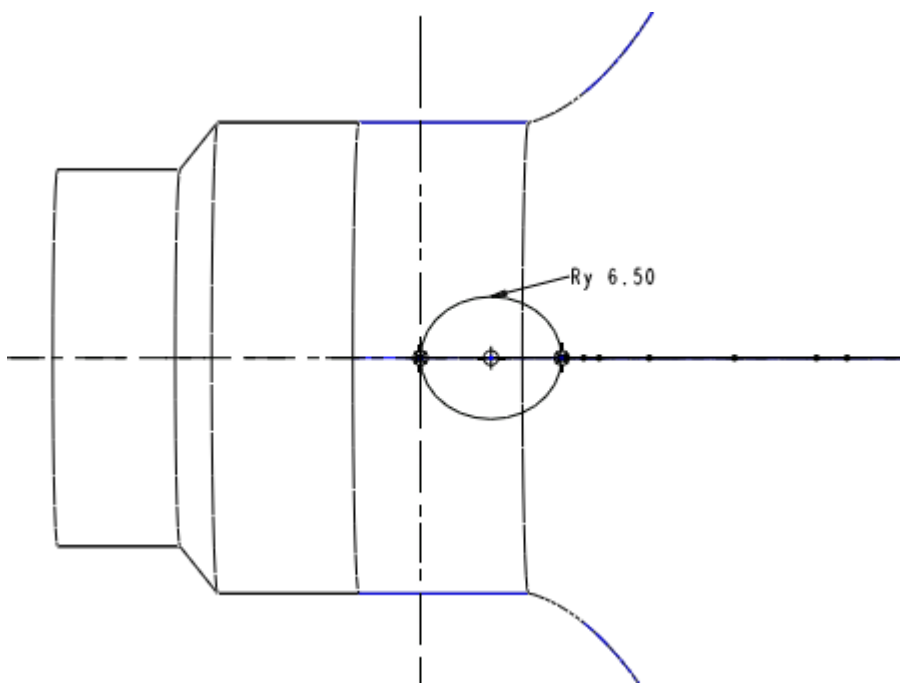

图 45-22
- (3) 单击  按钮，进入草绘环境，绘制如图 45-22 所示的一个椭圆。注意：轮廓轨迹线的端点应在绘制的椭圆边线上。